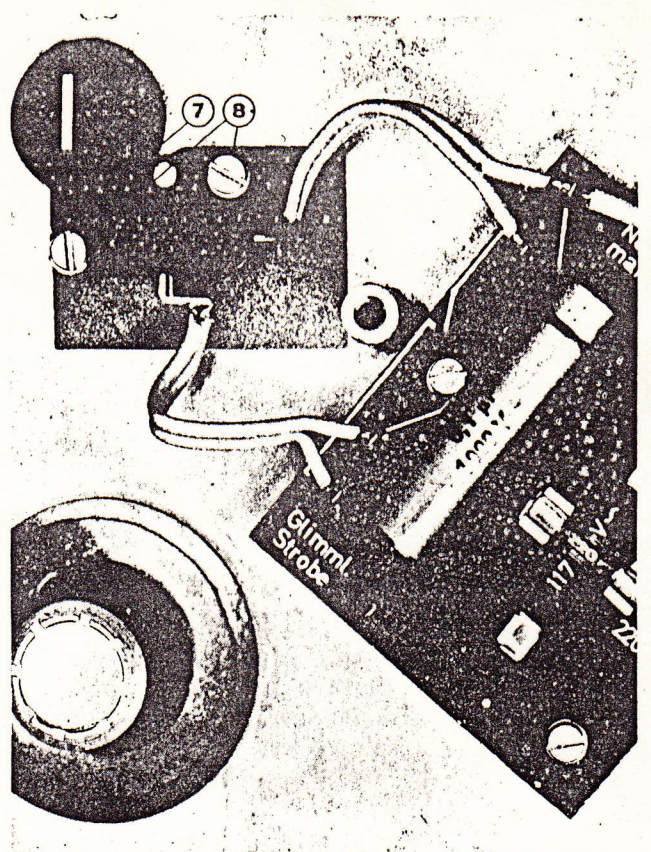

FIG. 5
The microswitch Fig. 5 (7) is attached by means of two 3 mm metrical screws Fig. 5 (8) which are screwed into a threaded plate behind the main chassis. After replacing the main switch it has to be adjusted in such a way that the switch lever positively actuates the switch.
Der Mikroschalt Bild 5 (7) wird von zwei M3 Schrauben gehalten, Bild 5 (8), die in eine bewegliche Gewindeplatte hinter dem Unterchassis geschraubt sind. Nach dem Auswechseln des Netzschalters muss er derart justiert werden, dass das Schaltgestänge ihn in den Endstellungen der Schiebetaste einwandfrei ein-, bzw. ausschaltet.